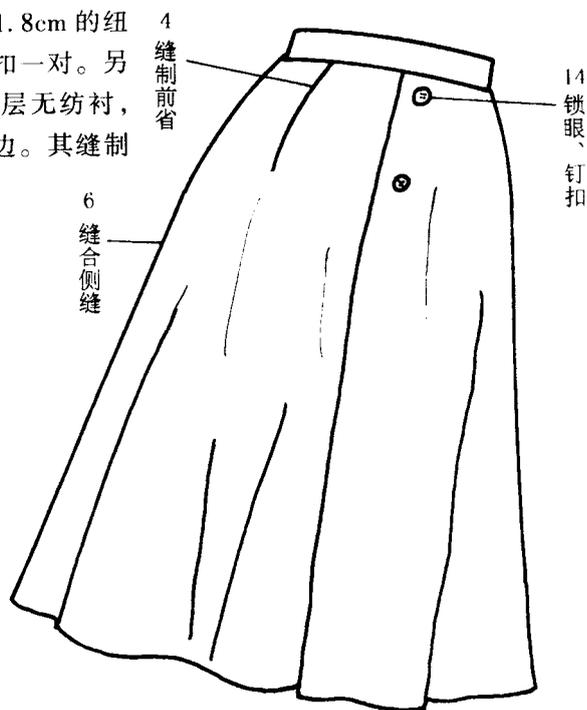

图3-3(a) 正视图
3. 缝制前, 需准备直径为 1.8cm 的纽扣 3 粒, 3.5cm 宽腰衬一条, 钩扣一对。另外还需在前门贴边反面粘合一层无纺衬, 将裙片边缘及腰头里下边缘锁边。其缝制顺序见图 3-3(a)、(b)。